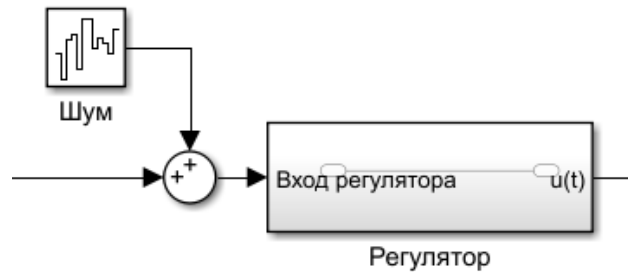

Рис. 2: Ввод шума для задания 3
**Задание 3. Исследование влияния шума.** Исследуйте влияние шума на работоспособность замкнутой системы с идеальным и реальным дифференцирующими звеньями. Для этого добавьте шум ко входам регуляторов каждой из систем предыдущих пунктов (рис. 2). Для генерации шума используйте блок *Band-Limited White Noise* со следующими параметрами: noise power = 0.01 и sample time = 0.01.